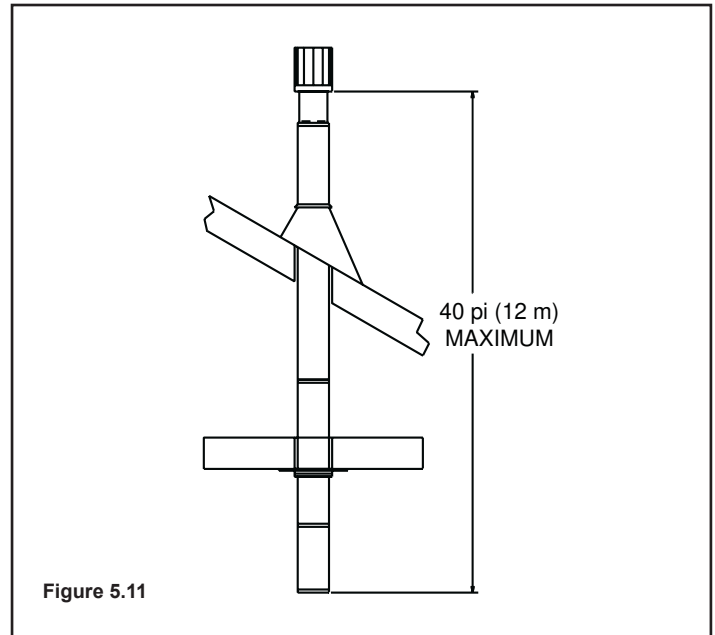

Figure 5.11
**REMARQUE :** L'élevation verticale maximale permise est de 40 pieds (12 m) Voir **Figure 5.11**.